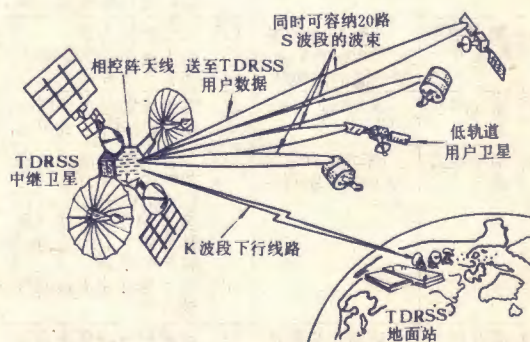

图5 卫星跟踪和数据中继系统(TDRSS)
3. 多波束连续通信 有些通信系统要求在几个方向进行连续通信。过去采用可以在多方向连续接收的低增益宽波束天线，也可以采用几个机械扫描天线联合工作。相控阵天线可以通过波道分隔和透镜法形成多个波束，前面介绍的时域多址系统所采用的方法是波道分隔法。图5为美国国家宇航局研制的卫星跟踪和数据中继系统(TDRSS)，它是相控阵应用于多